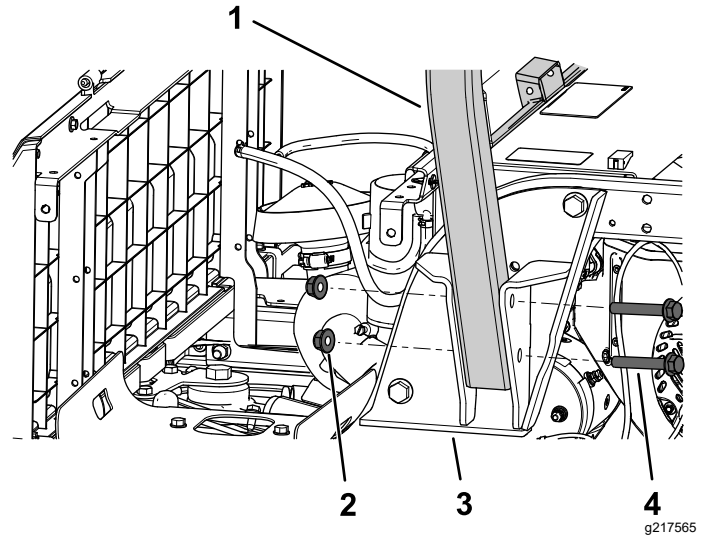

Bild 26
1. Befestigen Sie eine Seite des Überrollbügels mit zwei Bundkopfschrauben ($\frac{1}{2}$ " x $3\frac{1}{2}$ "") und zwei Sicherungsmuttern ($\frac{1}{2}$ "") an einer Überrollschutzhalterung, wie in **Bild 26** abgebildet.